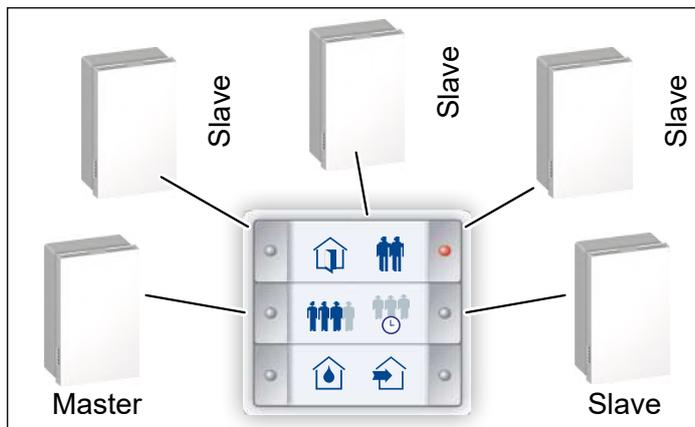

Fig. 33: Allacciare a stella gli apparecchi di ventilazione
- Se possibile, i cavi di comando devono essere posati a stella (vedere la Fig. 33) e allacciati dal sensore a pulsante InControl.